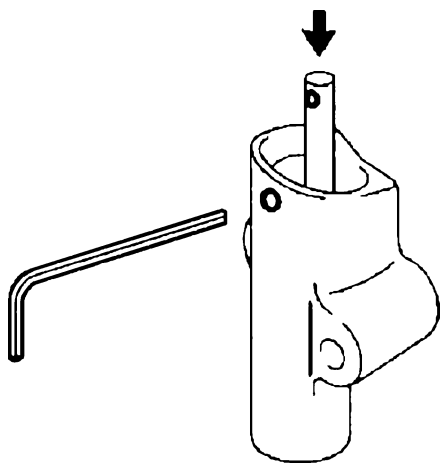

图 24-19 压下推杆并插入六角扳手
- ① 将正时带张紧器朝上放置在压床上。
- ② 按照图 24-19 所示，以小于 9.8kN 的力量将张紧器推杆慢慢压下。等到张紧器壳体上的小孔与推杆上的小孔对齐时，插入一根直径为 1.5mm 的六角扳手，固定住推杆。